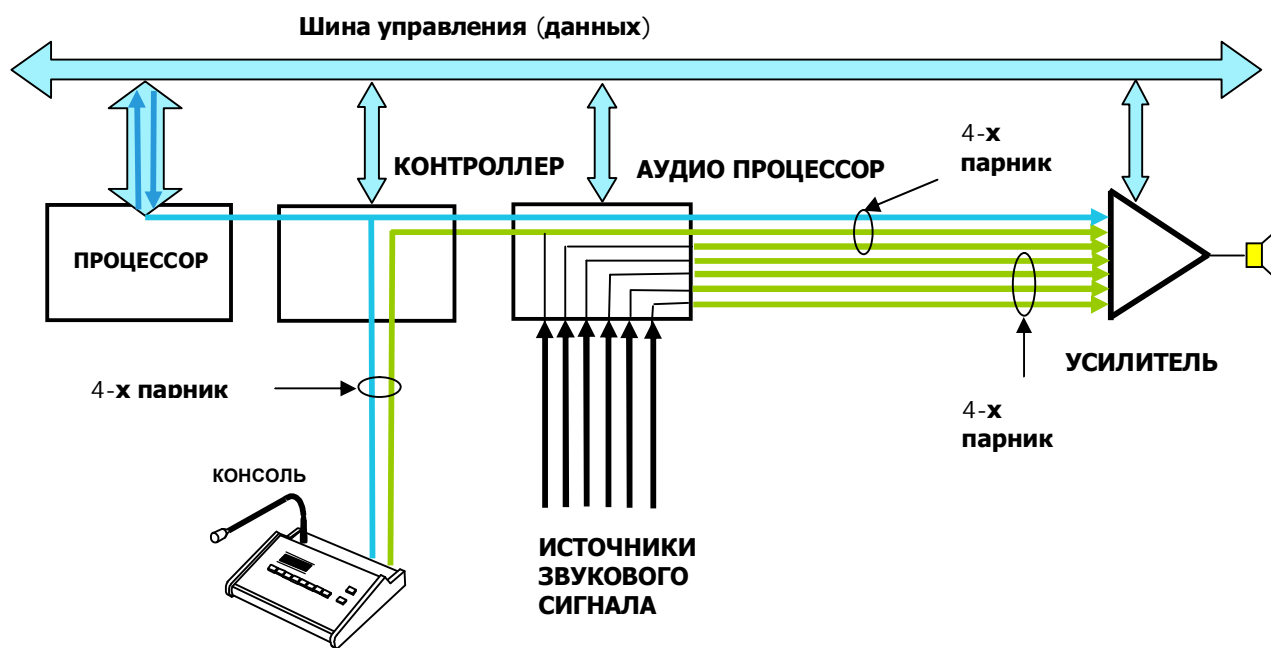

Рис. 1
В основе функционирования (рис. 1) заложен параллельный принцип передачи информации (аналог протокола RS-422). Вся информация (8 каналов), передается по 8 витым парам. Из которых 2 пары цифрового управления (1-я пара прием, 2-я пара передача) и 6 пар это аудио сигнал (+3дБ). Цифровые пары могут быть ассоциированы с цифровой шиной, к которой параллельно подключаются (на которой висят) все блоки системы. Аудио каналы – это один информационно-аварийный (AL), и 5 музыкальных (1,2,3,4,5).